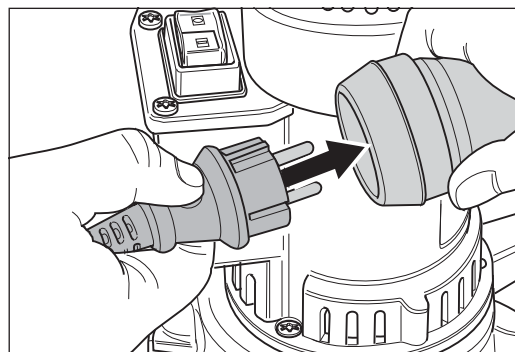

Abb. 7 Den Stecker des Motorkabels in die Kupplung des Verlängerungskabels stecken.
- 1 Stecken Sie den Stecker des Motorkabels in die Kupplung des Verlängerungskabels (Abb. 7).